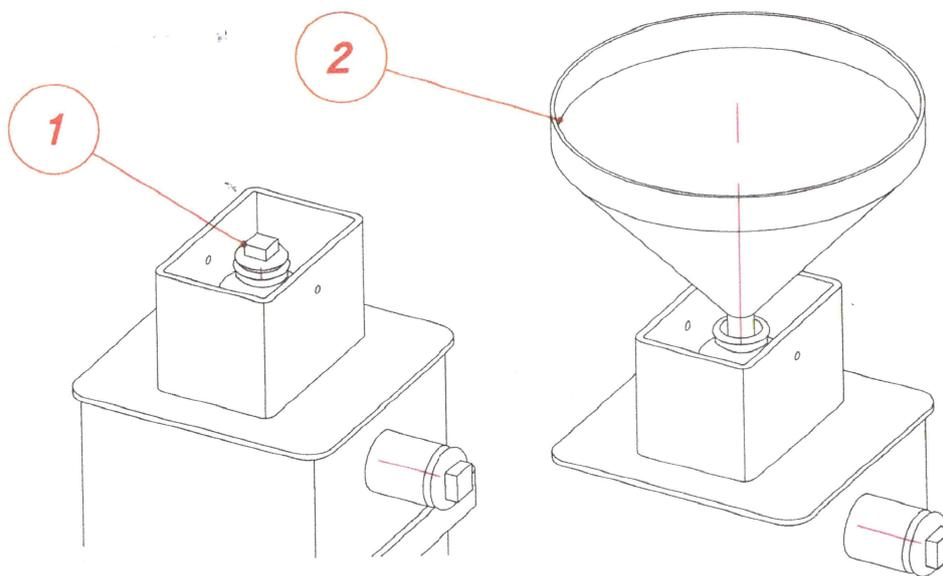

Figure 6 - Le remplissage du système de l'huile thermique
2. Retirez le bouchon de tube au haut du réservoir d'huile thermique. (fig. 6 - #1)
3. Insérer un entonnoir dans le réservoir d'huile thermique. (fig. 6 - #2)